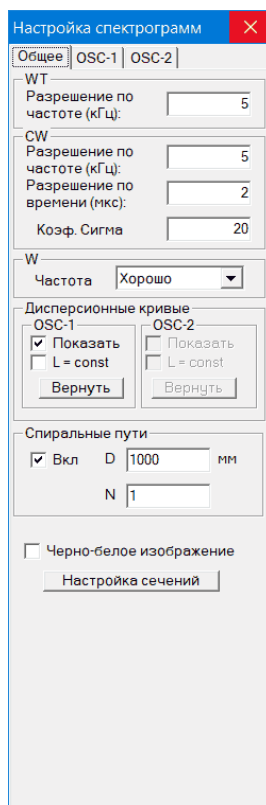
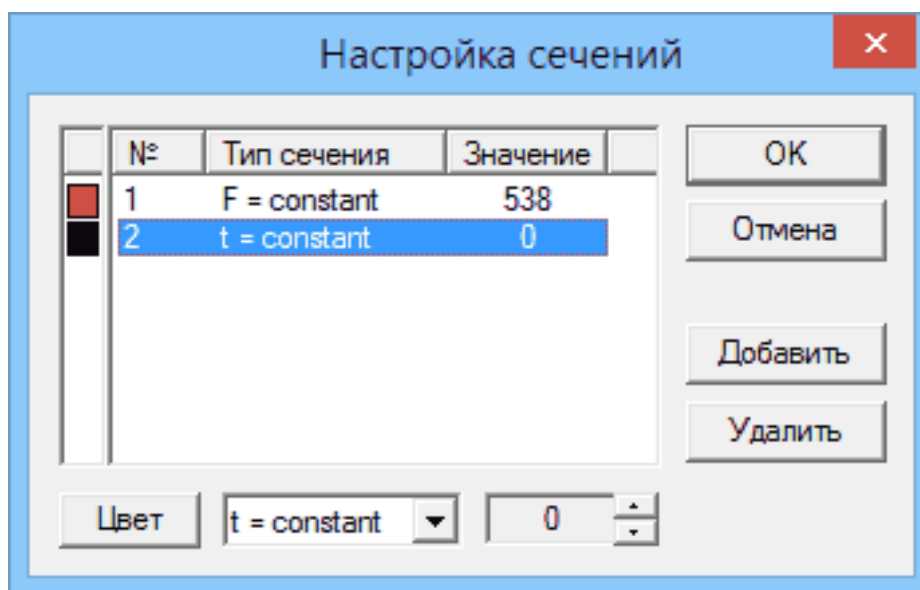

Рис. 17.2. Диалоговое окно **Настройка спектрограмм**, вкладка **Общее**
Рис. 17.3. Диалоговое окно **Настройка сечений**
Для настройки параметров вычисления и визуализации спектрограмм следует выбрать команду главного меню **Вид – Настройка спектрограммы**, либо воспользоваться кнопкой **SG** на панели инструментов. После этого появляется диалоговая панель **Настройка спектрограмм** (рис. 17.2), открытая на вкладке **Общее**.
- ◇ При нажатии на кнопку **Настройка сечений** открывается диалоговое окно настройки сечений спектрограмм (рис. 17.3). Подробное описание настройки сечений приведено далее в главе «Настройка сечений».
Для настройки сечений необходимо нажать кнопку **Настройка сечений** в диалоговом окне **Настройка спектрограмм** на вкладке **Общее** (рис. 17.2). После этого открывается диалоговое окно **Настройка сечений** (рис. 17.3), в котором задаются параметры сечений.